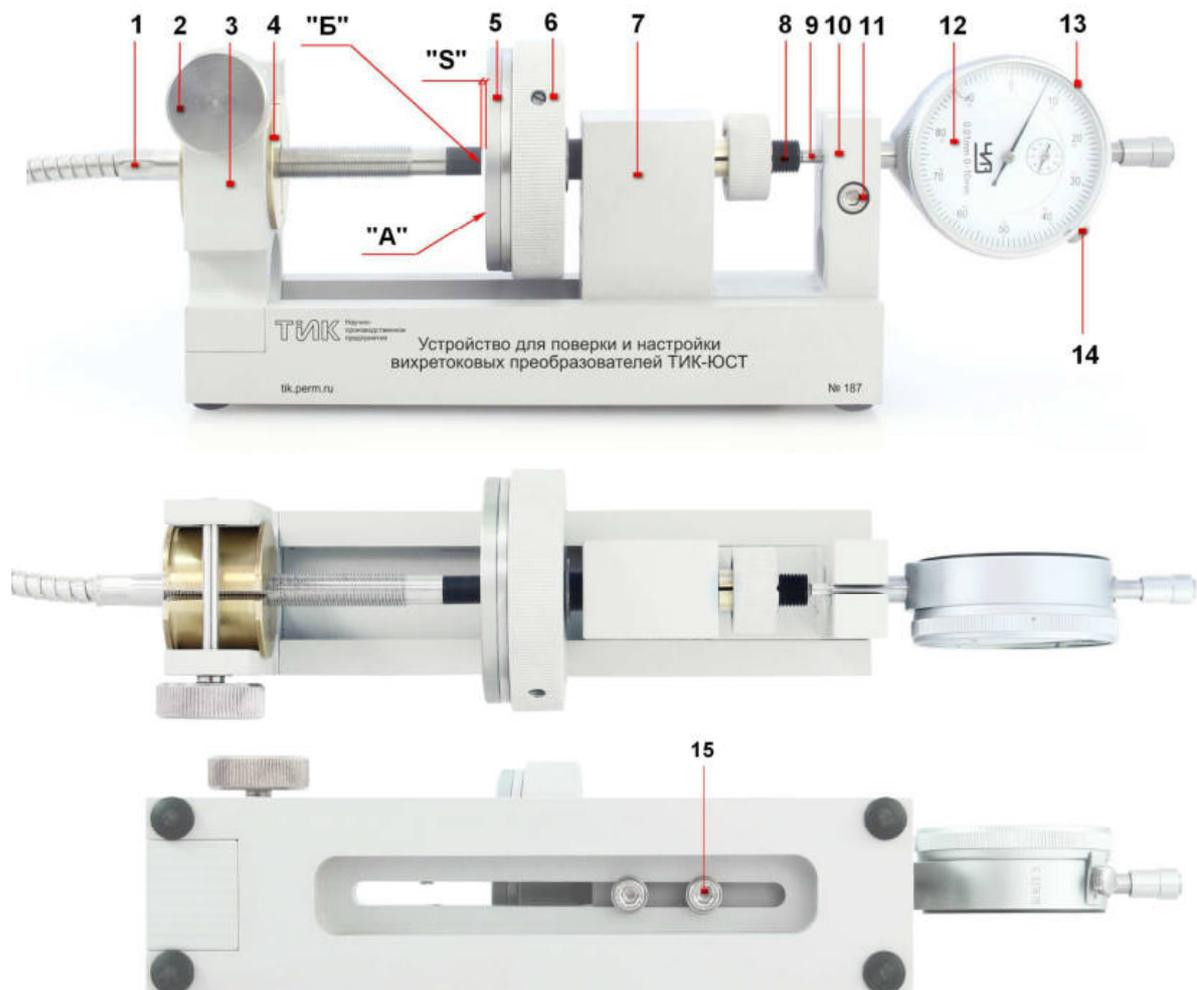

Рисунок 1. Устройство для поверки и настройки вихретоковых преобразователей ТИК-ЮСТ с преобразователем вихретоковым DS-х
1.2 Устройство для поверки и настройки вихретоковых преобразователей ТИК-ЮСТ (в дальнейшем – устройство) предназначено для создания калиброванного зазора «S» между поверхностью «А» измерительного диска поз. 3 (см. рисунок 1) устройства и поверхностью «Б» вихретокового преобразователя:
1 Возможна замена диска на диск из нужного заказчику материала (см. рисунок 1, п.5).
- На установочной поверхности подвижной каретки (рисунок 1 поз. 7) и на измерительной поверхности диска (рисунок 1 поз. 5) не должно быть царапин, забоин, сколов.
- Проверьте ход измерительного стержня (рисунок 1 поз. 9) ИЧ (рисунок 1 поз. 12). Ход должен быть плавным, без рывков.
- Поверхность вала (рисунок 1 поз. 8), в которую упирается измерительный стержень индикатора (рисунок 1 поз. 9) необходимо обезжирить, после чего протереть мягкой и чистой хлопковой салфеткой.
- Вращением барабана (рисунок 1 поз. 6) переместите вал в крайнее правое положение (выкрутить барабан по часовой стрелке).
- Освободите винтом (рисунок 1 поз. 11) стойку каретки (рисунок 1 поз. 10).
- Зафиксируйте ИЧ в стойке каретки винтом (рисунок 1 поз. 11).
- Проверьте ход измерительного стержня (рисунок 1 поз. 9) ИЧЦ (ГЦ) (рисунок 1 поз. 12). Ход должен быть плавным, без рывков.
- Поверхность вала (рисунок 1 поз. 8), в которую упирается измерительный стержень индикатора (рисунок 1 поз. 9), необходимо обезжирить, после чего протереть мягкой и чистой хлопковой салфеткой.
- Зафиксируйте ИЧЦ (ГЦ) в стойке каретки винтом (рисунок 1 поз. 11).
5.1.3 Установить вихретоковый преобразователь DS-х со сменной втулкой (рисунок 1 поз. 4) в стойку (рисунок 1 поз. 3) таким образом, чтобы паз сменной втулки располагался вверху, и поверхность «А» измерительного диска и поверхность «Б» поверяемого вихретокового преобразователя соприкасались. Вихретоковый преобразователь устанавливать в положение, при котором полка с гравировкой номера расположена горизонтально гравировкой вверх. Зафиксировать вихретоковый преобразователь со сменной втулкой винтом (рисунок 1 поз. 2). Сменная втулка определяется по таблице 3.
5.1.4 Если поверхность «А» измерительного диска и поверхность «Б» поверяемого вихретокового преобразователя не соприкасаются, то нужно освободить винты крепления (рисунок 1 поз.15) каретки (рисунок 1 поз. 7). Переместить каретку в нужное положение до соприкосновения поверхности «А» измерительного диска с поверхностью «Б» поверяемого вихретокового преобразователя. Зафиксировать положение каретки винтами (рисунок 1 поз. 15).
5.1.5 Вращением барабана (рисунок 1 поз. 6) переместить измерительный диск (рисунок 1 поз. 5) в крайнее правое положение. Большой циферблат индикатора должен показать ход 10 мм.
5.1.6 При невыполнении п. 5.1.5 необходимо ослабить винт (рисунок 1 поз. 11), сместить ИЧ вдоль его измерительной оси до получения величины хода 10 мм на малом циферблате, зафиксировать индикатор винтом.
5.1.7 Вращением барабана против часовой стрелки переместить измерительный диск влево до соприкосновения с вихретоковым преобразователем, необходимое усилие прижатия обеспечивается трещоткой барабана (3 щелчка), установить на малом и большом циферблате ИЧ значение «0» с помощью ободка индикатора (рисунок 1 поз. 13) и зафиксировать винтом (рисунок 1 поз. 14).
5.2.3 Установить вихретоковый преобразователь DS-х со сменной втулкой (рисунок 1 поз. 4) в стойку (рисунок 1 поз. 3) таким образом, чтобы паз сменной втулки располагался вверх, и поверхность «А» измерительного диска и поверхность «Б» поверяемого вихретокового преобразователя соприкасались. Вихретоковый преобразователь устанавливается в положение, при котором полка с гравировкой номера расположена горизонтально гравировкой вверх. Зафиксировать вихретоковый преобразователь со сменной втулкой винтом (рисунок 1 поз. 2). Сменная втулка определяется по таблице 3.
5.2.4 Если поверхность «А» измерительного диска и поверхность «Б» поверяемого вихретокового преобразователя не соприкасаются, то нужно освободить винты крепления (рисунок 1 поз. 15) каретки (рисунок 1 поз. 7). Переместить каретку в нужное положение до соприкосновения поверхности «А» измерительного диска с поверхностью «Б» поверяемого вихретокового
преобразователя. Зафиксировать положение каретки винтами (рисунок 1 поз. 15).
5.2.5 Вращением барабана (рисунок 1 поз. 6) переместить измерительный диск (рисунок 1 поз. 5) в крайнее правое положение. ИЧЦ (ГЦ) должен показать верхний диапазон измерения (в зависимости от типа и марки индикатора).
5.2.6 При невыполнении п. 5.2.5 необходимо ослабить винт (рисунок 1 поз. 11), сместить ИЧЦ (ГЦ) вдоль его измерительной оси до получения величины верхнего диапазона измерения (в зависимости от типа и марки индикатора), зафиксировать индикатор винтом.